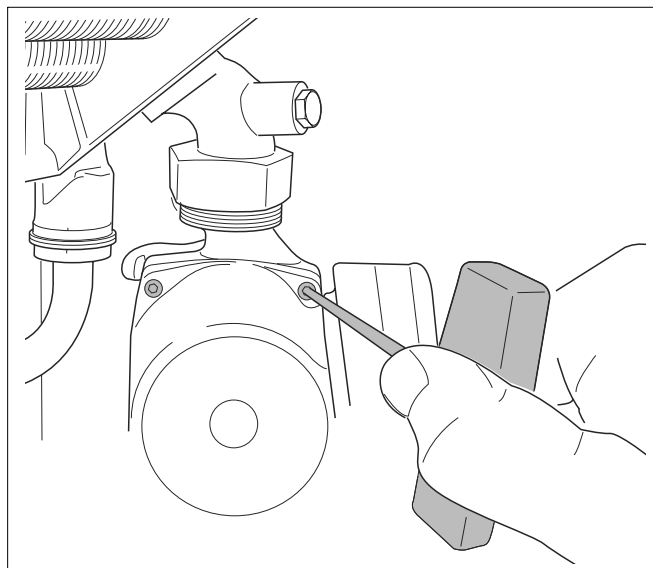

Fig. 18 Desfacerea șuruburilor de la pompa de recirculație
- Desfaceți cele patru șuruburi hexagonale interioare de la pompa de recirculație (vezi Fig. 18).